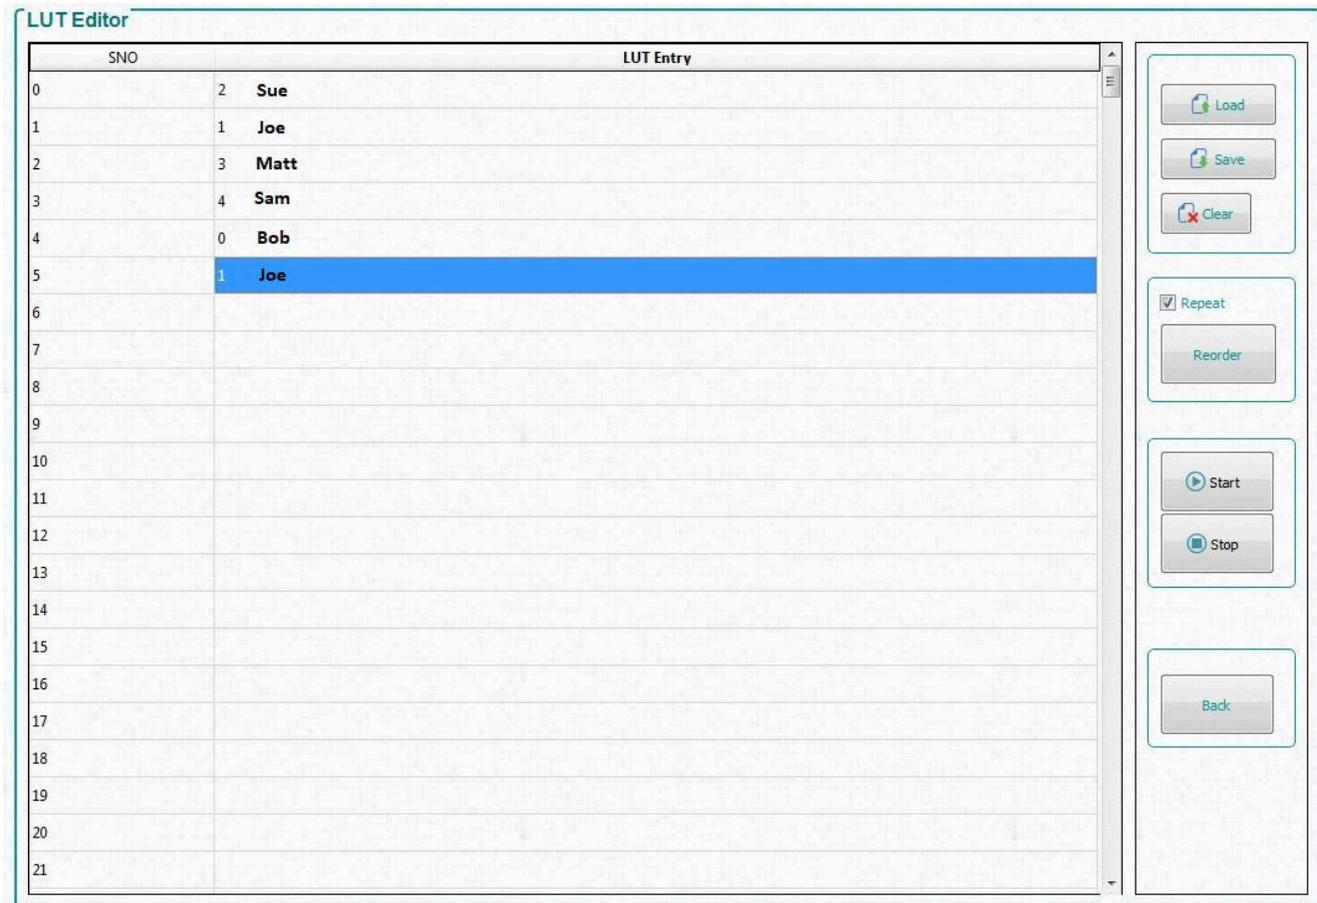
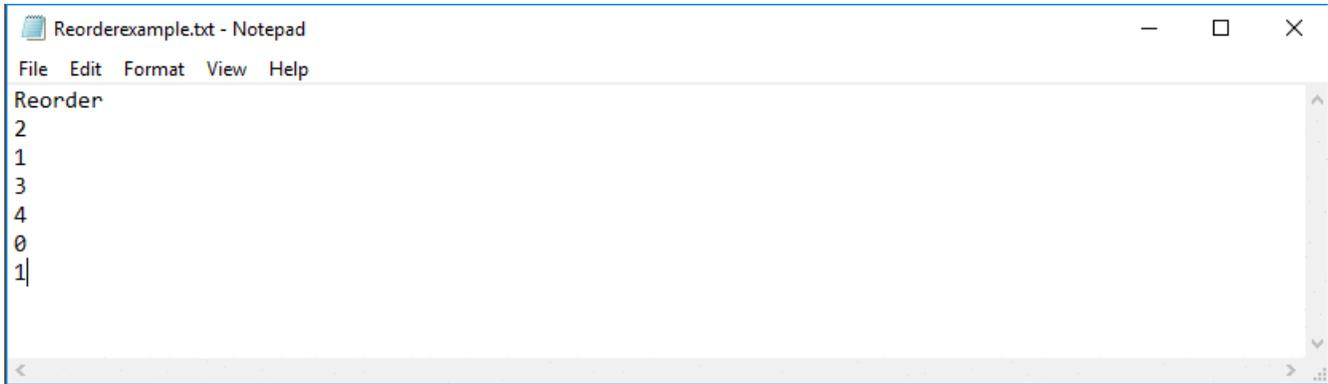

图 6-12. LUT 编辑器面板
图 6-13. 重新排序示例
LUT Editor 面板如图 6-12 所示，其中 *SNO* (即序列号) 列表代表图案显示时隙编号，这些编号取决于在 *Pattern Design* 选项卡中设置的顺序 (点击 *Update LUT* 之后)，如图 6-11 所示。然后，用户可以通过手动将所选择的图案编号输入到 *LUT entry* 列中的一行内或加载以 *Reorder* 为开头且后跟所需图案时隙数值的文本文件，从而对这些图案重新排序，如图 6-13 所示。
7. 点击 *Edit LUT* 按钮以打开 *LUT Editor* 面板，如图 6-12 所示。此面板最初打开时，*LUT Entry* 列为空。
8. 要对这些图案重新排序，请在 *LUT Entry* 第 1 行输入 2，然后依次输入 1、3、4、0 和 1，如图 6-12 所示。
13. 浏览到保存文本文件的位置，然后在文本编辑器程序中打开文件，如图 6-13 所示。
使用 GUI 界面时，每个图案都附带几项信息，对应于在原始 LUT 顺序中插入的时隙。因此，将图案重新排序到 LUT 中的不同时隙时，它会保留其原来分配的位信息、时间（曝光和暗时间）、LED 颜色和触发信息，而不是位于 LUT 中重新分配的时隙中的信息。例如，如果图案 3 包含一个用于开始用户执行的触发器输入（如图 6-11 所示），并被重新排序到间隙 2（如图 6-12 所示），则触发器输入现在位于 LUT 中的间隙 3 而不是间隙 0。
TI 建议通过以下方法来理解 *Edit LUT* 功能：如图 6-11 中图案上方所示给图案命名，然后，按棒球比赛中的击球顺序处理，这样更容易反映 *SNO* 列（新的击球顺序）中的时隙序号与插入 *LUT Entry* 列（击球者）中的图案之间的区别。例如，**Bob** 会保留与他的击球位置无关的击球统计数据（也就是位信息、时间、颜色、触发器），如果他原来是第一棒（图 6-11 中的间隙 0），但在新的击球顺序中被移到第五棒（在图 6-12 中为重新排序后的 LUT 条目 4），他会保留他所有的属性。唯一的区别是，在他前面的四个击球者（图案）（**Sue**、**Joe**、**Matt** 和 **Sam**）击球之前，他不会击球（即不会显示）。另请注意，在我们的示例中，**Joe** 按新的击球顺序击球了两次（*SNO* 2 和 5）。只有一个 **Joe**，在新的击球顺序中击球了两次。同样，原图案列表中的图案可以在重新排序后的显示器 LUT 中多次显示，而无需在 DLPC900 存储器中添加或删除任何图案。因此，就系统存储器而言，LUT 只有在使用 *Update LUT* 功能时才会发生变化，而在使用 *Edit LUT*（重新排序）功能时不会发生变化，如图 6-11 所示。